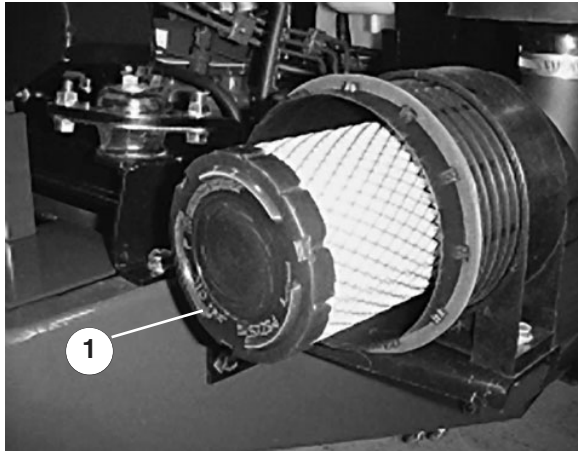

Figure 24
2. Sortez l'élément primaire (Fig. 24) du corps du filtre avec précaution pour ne pas déloger trop de poussière. Évitez de cogner l'élément contre les parois du filtre.